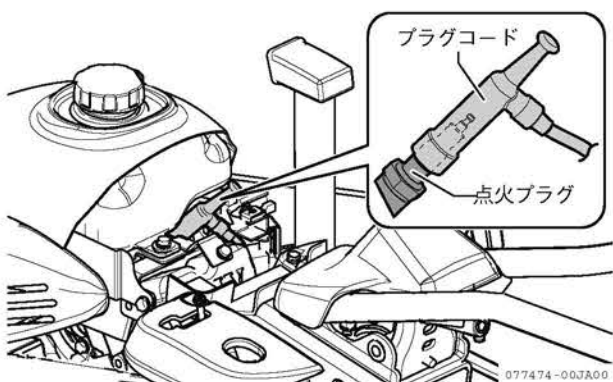
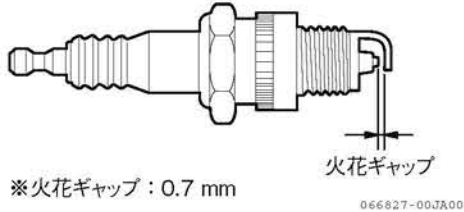

図4-39 点火プラグ・プラグコード
図 4-41 火花ギャップ
2. プラグコードを外します。（図4-39）
5. 火花ギャップ（電極すき間）を0.7 mmに調整します。（図4-41）
電極部が損耗または、破損したものは新品と交換します。点検のしかたの要領で点火プラグを外し、交換してください。(図 4-39、図 4-41)